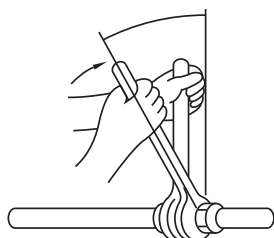

Fig. 5-9
- Sätt på ett tunt lager köldmedelsolja på rørets anslutningsyta. (Fig. 5-9)